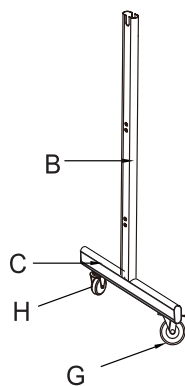

Fig.3
4. Instale una rueda de fijación (G) y una rueda regular (H) en la base de cada pata (C). (consulte la Fig.3)